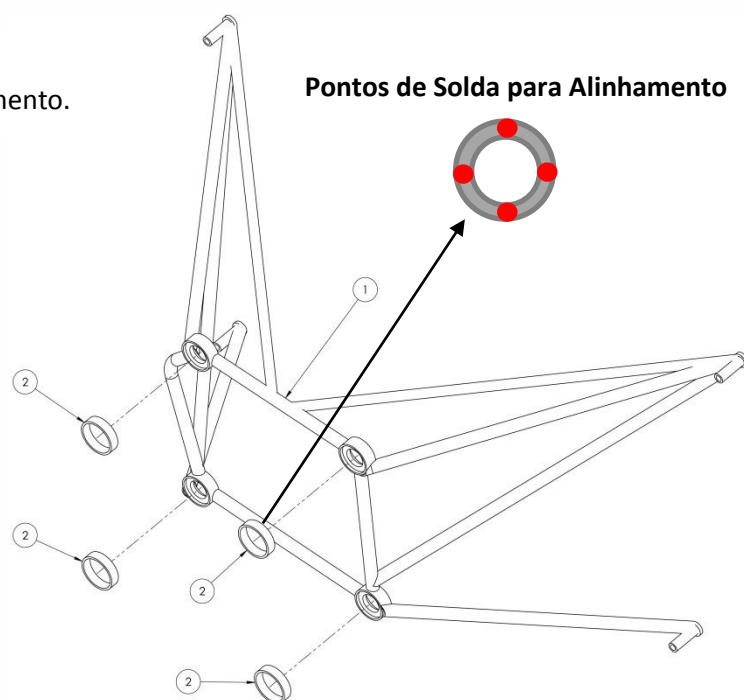

Figura 5: Posicionamento dos Anéis de Acoplamento dos Coxins no Berço.
- 3- Soldar a cada 90°, totalizando quatro pontos, os anéis no berço da aeronave conforme **Figura 5**;